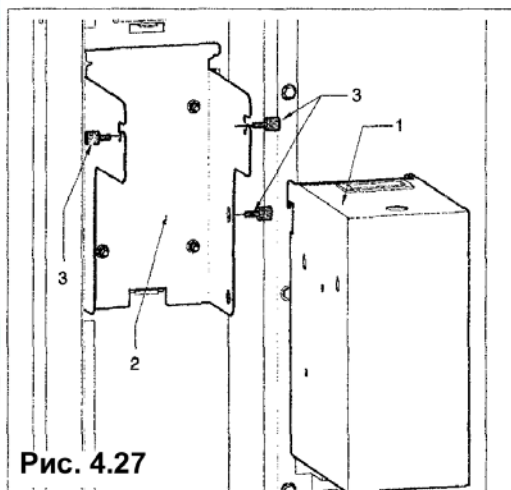

Рис. 4.27
- Прикрепите монетный механизм (рис. 4.27 - поз. 1) к скобам крепления (2) и зафиксируйте крепление с помощью двух ручек (3).